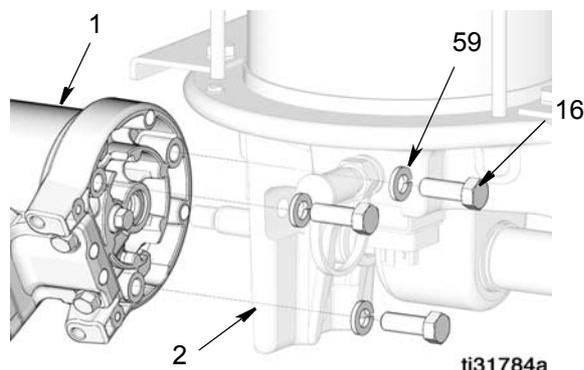

FIG. 15
5. Quite los tres tornillos (16) y arandelas (59) que sujetan el motor neumático (1) a la base de la bomba (2). Desmonte el motor neumático de la base de la bomba (FIG. 15).